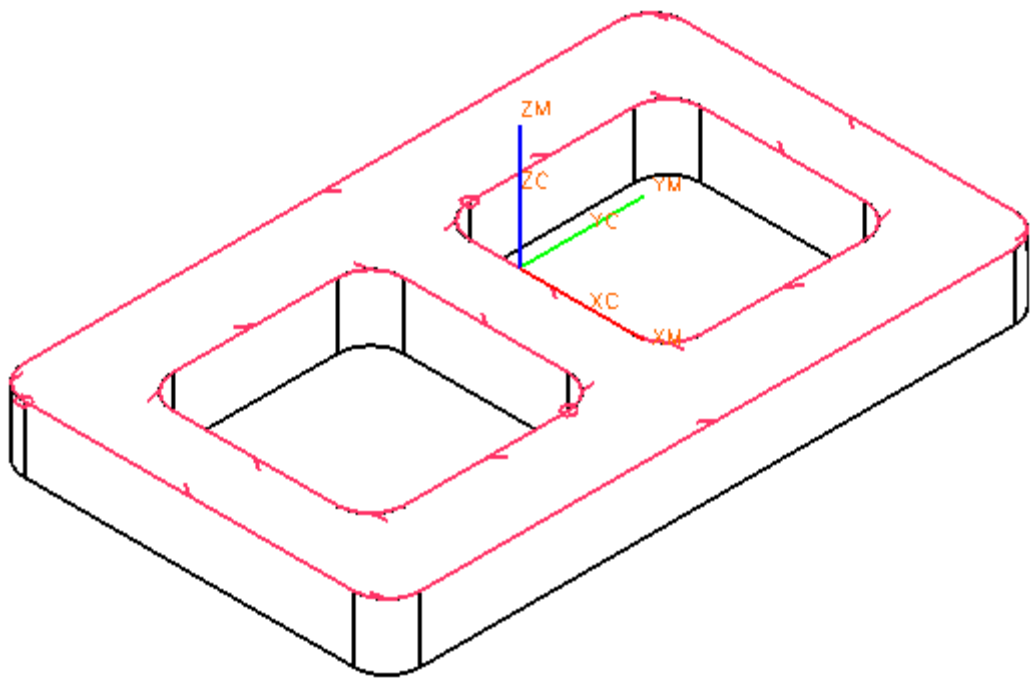

图 8-65
- 单击 , 选择零件上表面（取消忽略孔设置，指定如图 8-65 所示的边界，单击 OK。